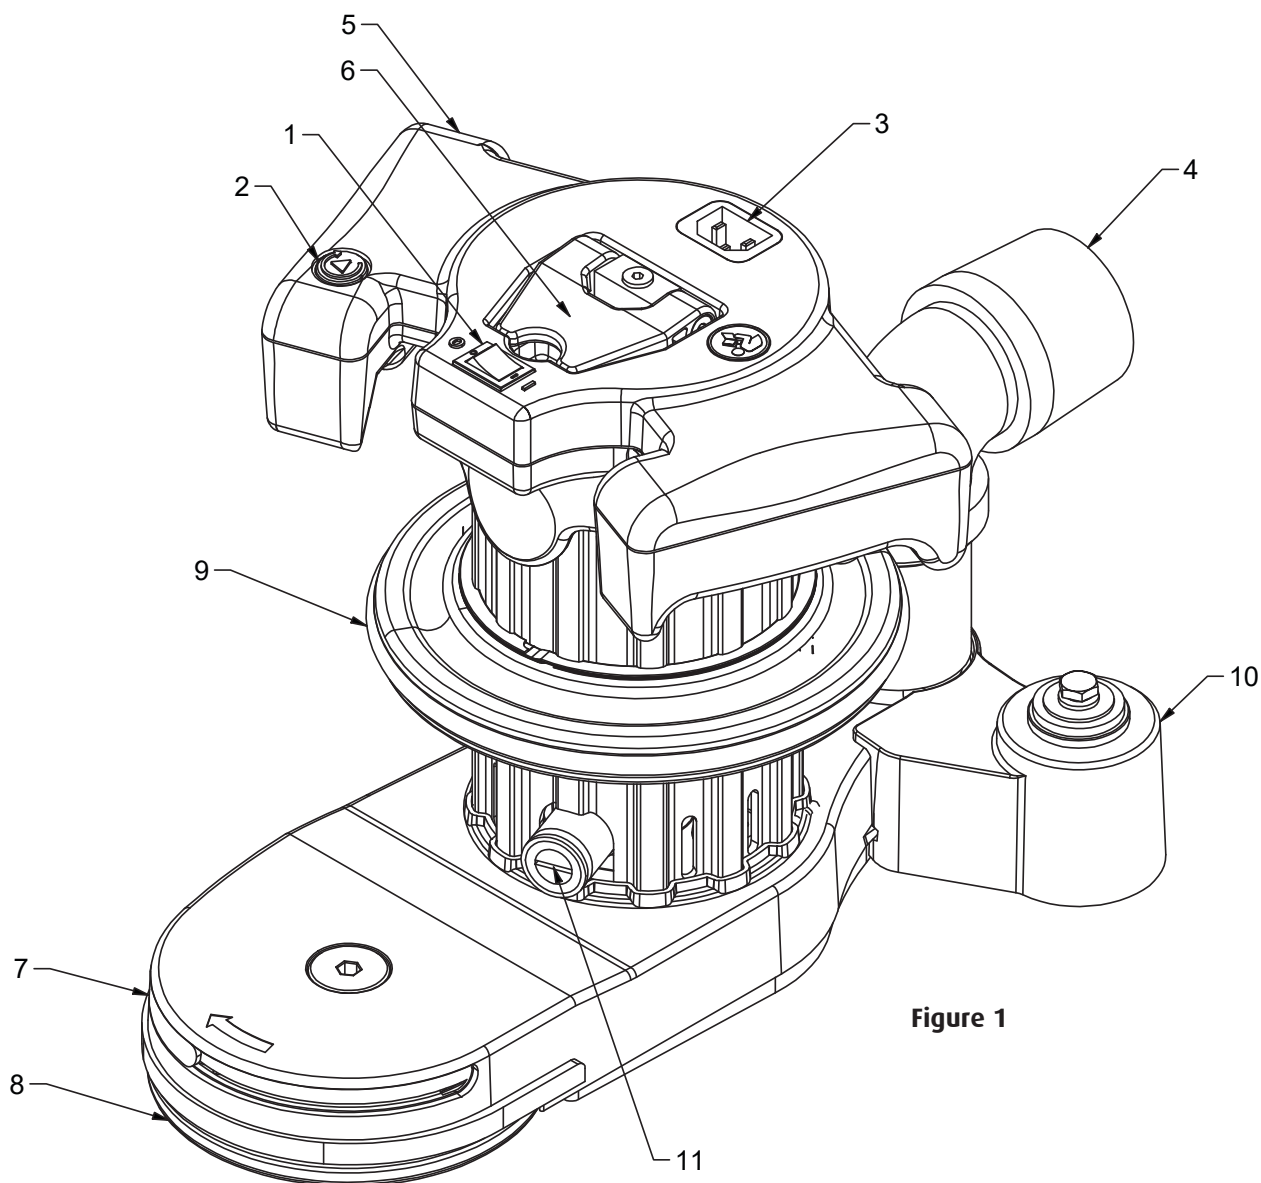

Figure 1
3. Vérifiez que l'interrupteur de commande est en position « OFF », puis connectez le câble d'alimentation à un circuit protégé par un fusible et mis à la terre de manière appropriée. Connectez le câble d'alimentation à la prise du cordon d'alimentation (Figure 1).
4. Avec la machine en position inclinée, déplacez l'interrupteur ON/OFF en position "ON" (Figure 1).